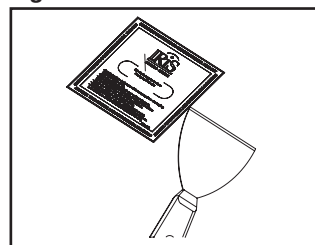

Figure 9.
1. À l'aide d'un couteau de 5 po, appliquez le composé à joint le long des quatre côtés. Passez sur toute la longueur du cadre en tenant le couteau à 45°, un côté glissant sur le cadre tandis que l'autre suit la surface du plafond (Figure 9.). Un minimum de 4 po de composé doit être étalé sur le plafond.